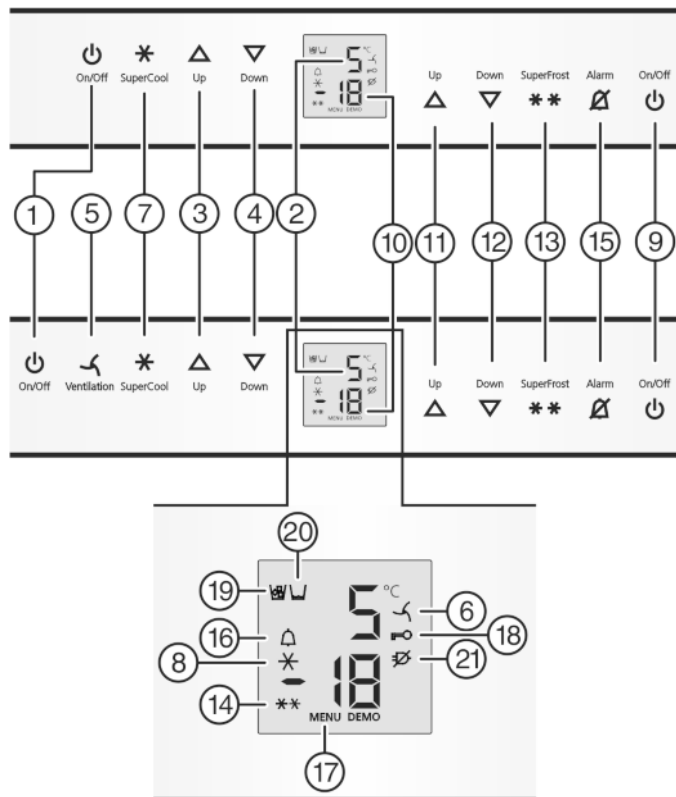

Fig. 2
- Appuyer sur la touche On/Off du congélateur Fig. 2 (9).
- Appuyer sur la touche On/Off du réfrigérateur Fig. 2 (1).
- Activer le mode de réglage : appuyer env. 5 sec. sur la touche SuperFrost Fig. 2 (13).
- ▷ Le symbole Menu Fig. 2 (17) est allumé.
- Confirmer : appuyer brièvement sur la touche SuperFrost Fig. 2 (13).
- Appuyer brièvement sur la touche SuperFrost Fig. 2 (13) pour activer la sécurité enfants.
- ▷ Le symbole Sécurité enfants Fig. 2 (18) est allumé. L'affichage **c** clignote.
- appuyer brièvement sur la touche SuperFrost Fig. 2 (13) pour désactiver la sécurité enfants.
- ▷ Le symbole Sécurité enfants Fig. 2 (18) s'éteint. L'affichage **c** clignote.
- Désactiver le mode de réglage : appuyer sur la touche On/Off du congélateur Fig. 2 (9).
- Appuyer sur la touche Alarme Fig. 2 (15).
L'affichage de la température clignote en même temps que le symbole Alarme Fig. 2 (16).
L'avertisseur sonore s'éteint automatiquement et le symbole Alarme Fig. 2 (16) et l'affichage de température arrêtent de clignoter lorsque la température est de nouveau suffisamment froide.